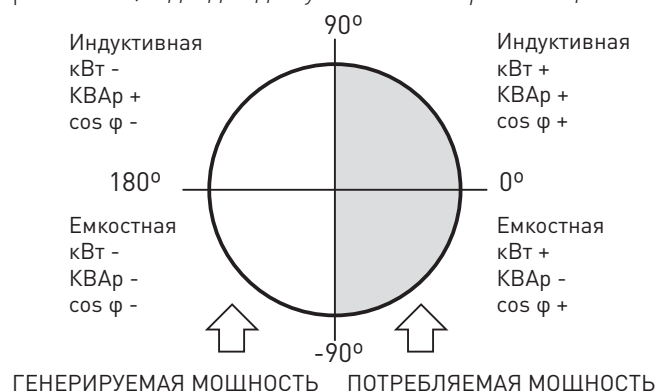

Рис. 2.1.- знаки мощности в четырех квадрантах измерения
- Четырехквadrантное управление (см. рис. 2.1), отображает подключенные ступени и тип активной и реактивной мощности (индуктивный \sim или емкостной \dashv)